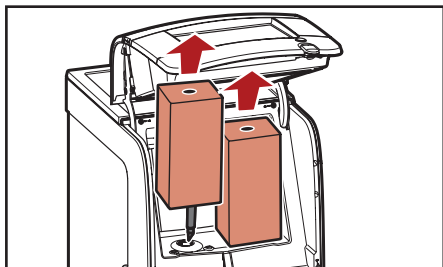

Bild 5.8 - Avlägsnande av packet
3. Avlägsna produktpaketen (bild 5.8).